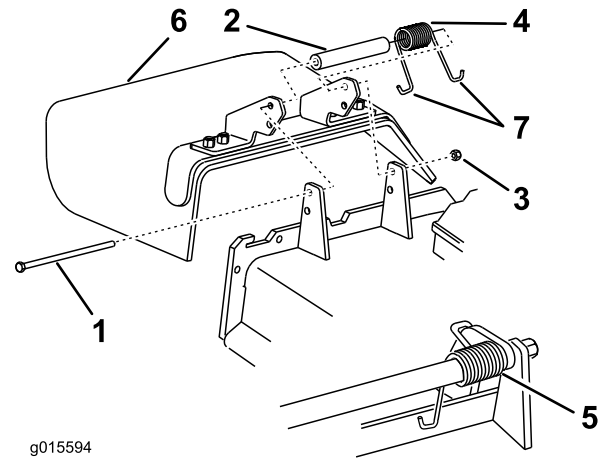

Figure 1
2. Déposez la goulotte d'éjection latérale du plateau de coupe (Figure 1).
1. Retirez le contre-écrou, le boulon, l'entretoise et le ressort qui fixent la goulotte d'éjection latérale au plateau de coupe (Figure 1).